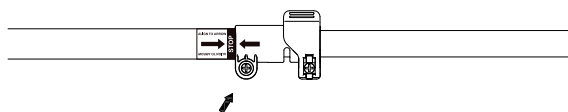

рис. 2
- Затем используйте крестообразную отвертку, чтобы затянуть болт (см. рис. 2).